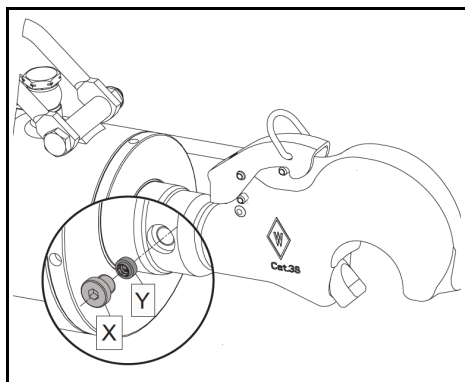
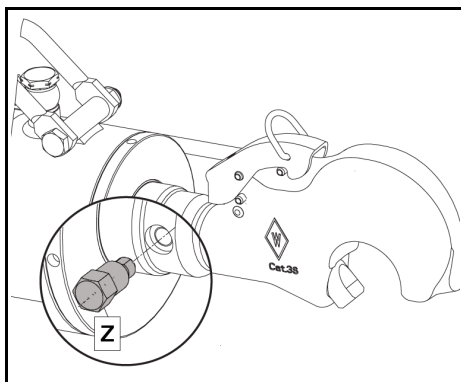
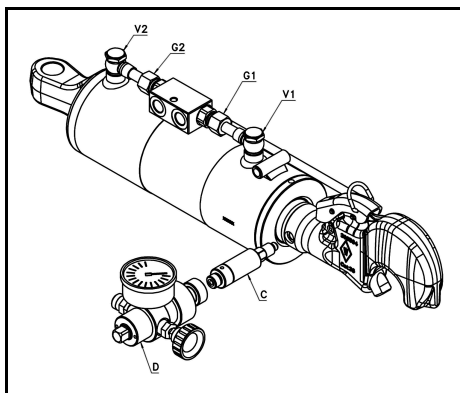

Fig. 10
Fig. 11
Fig. 13
Smontare il tappo di protezione (X) (fig. 10) per accedere alla valvola dell'accumulatore (Y) (fig. 10).
Se il terzo punto idraulico ammortizzato è troppo rigido, probabilmente la pressione del gas, all'interno dell'accumulatore, è troppo elevata. Utilizzare la vite (Z) art. 3ACPS18 (Fig. 11) in dotazione per regolare la pressione secondo le vostre esigenze. Procedura:
- 5 avvitare a mano nel foro del tappo (X) (fig.10) precedentemente rimosso la vite di scaricamento gas 3ACPS18 (Z) (Fig.11), in dotazione al terzo punto fino a quando non comincia ad uscire il gas. La vite sblocca la valvola di ritegno dell'accumulatore;
- 6 appena si rileva che l'asta ha eseguito un movimento di circa 5 mm svitare prontamente la vite (Z) art. 3ACPS18 per richiudere la valvola. Il movimento di estensione dello stelo è dovuto al calo di pressione nell'accumulatore e all'azione del carico sul gas;
- 7 rimuovere completamente la vite (Z) art. 3ACPS18 e rimontare il tappo di sicurezza (X) (fig.10).
- 4 rimuovere il tappo (X): con una chiave esagonale svitare e rimuovere il tappo (X) (fig.10) che protegge la valvola. Conservarlo in un posto sicuro per le operazioni successive;
- 1 Preparazione: assemblare l'adattatore (c) art. 3ACPA58 (Fig.13) al kit di ricarica azoto (D) art. 3ACPK58 o 3ACPK28. È possibile collegare all'adattatore (C) kit di ricarica disponibili in commercio con attacco 5/8-18 UNF;
- 2 controllare che lo sfiato laterale del kit (D) sia chiuso e la regolazione superiore sia completamente allentata;
- 3 avvitare il kit: avvitare a mano il kit precedentemente assemblato nel foro dove c'era il tappo (X) (Fig.10);
- 5 ricaricare: avvitare lentamente la regolazione superiore del kit (D) (Fig.13) fino a quando il
- 7 rimuovere l'adattatore: allentare le regolazione superiore del kit di ricarica (D) (Fig.13), azionare lo sfiato per rimuovere eventuali pressioni residue. Scollegare la condotta del gas e procedere allo smontaggio del gruppo.
- 2 ripristino tappo: ripristinare il tappo di sicurezza (X) (fig.10).